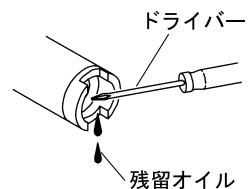

Fig.6
- 4) ポンプ内のオイルを抜いてください。フートバルブの穴にマイナスドライバーを差し込み、残留するオイルを出してください。(Fig.6)